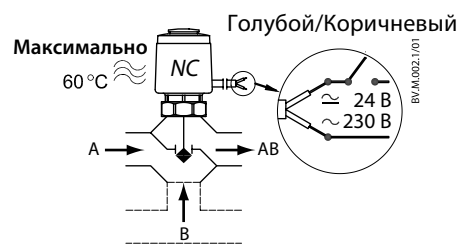

Рис. 3 TWA-Z (NC) + VZL
- без питания канал A-AB закрыт (рис. 3);